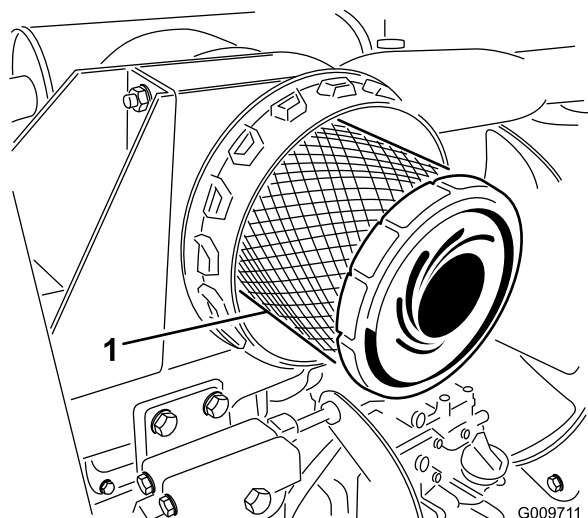

Figure 25
3. Déposez et remplacez l'élément principal (Figure 25).